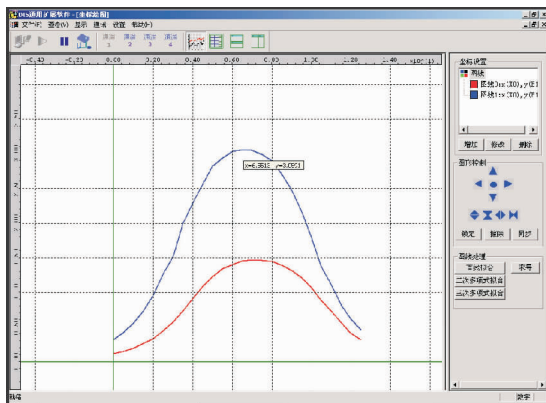

图 3-5-3 电压不同时螺线管内部的磁感应强度比较
7. 点击“锁定”按钮，锁定当前图线，电源电压调整为 3 V，重复步骤 3~6，得到另一条图线，比较两条图线的异同，如图 3-5-3 所示。